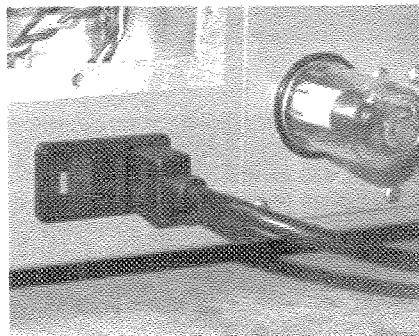

图 2-33 TEOM 系统背部电源接口
(1)安装合适的电源线至仪器背后的通用电源接口(图 2-33)电压要适当。将电源线的另一端接到一个合适、容易插入、有接地且符合规范的插座。